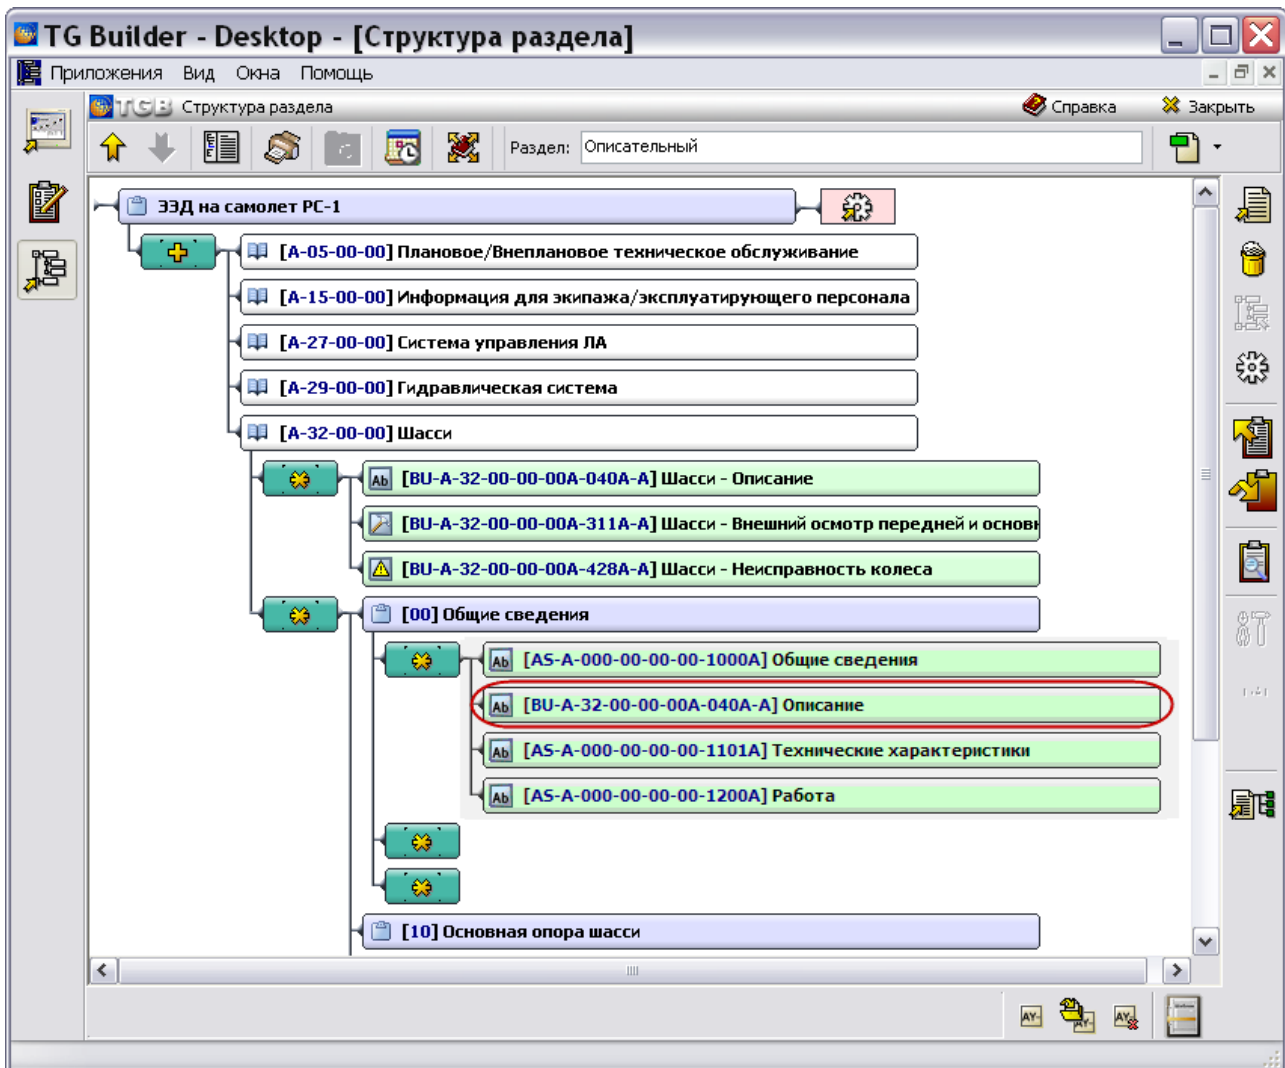

Рис. 21.9
- У обведенного на Рис. 21.9 модуля данных изменилась структура кода и его значение. Структура кода модуля данных «Описание» соответствует установленной по умолчанию для текущего проекта.